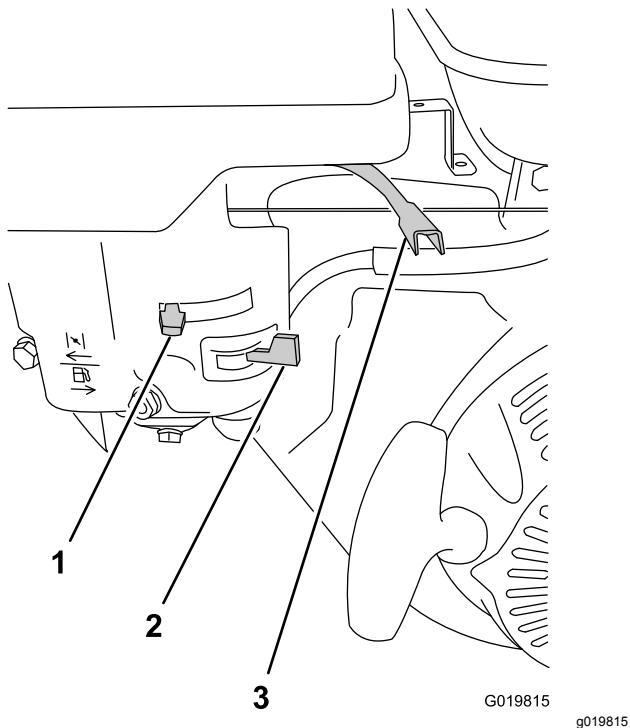

Figura 27
2. Mueva la válvula de combustible a la posición de ABIERTO, totalmente hacia la derecha (Figura 27).
3. Mueva la palanca del estárter a la posición de ACTIVADO (Figura 27).